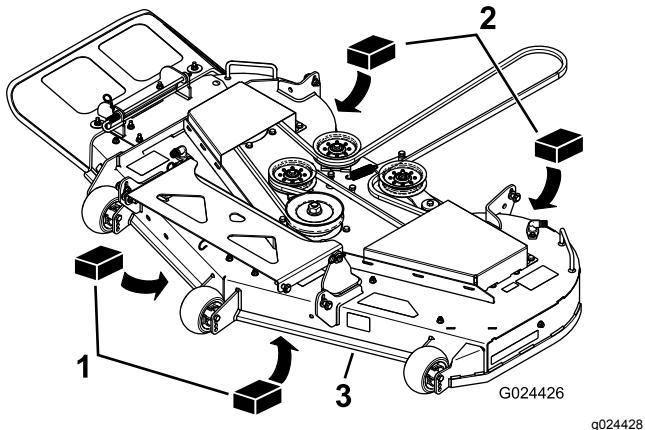

Figure 63
3. Placez deux cales de 6,66 cm (2 1/8 po) sous chaque côté du bord avant du tablier de coupe, mais pas sous les supports des galets anti-scalp (Figure 63).
4. Placez deux cales épaisses de 7,30 cm (2 7/8 po) sous le bord arrière de la jupe du tablier de coupe, une de chaque côté (Figure 63).